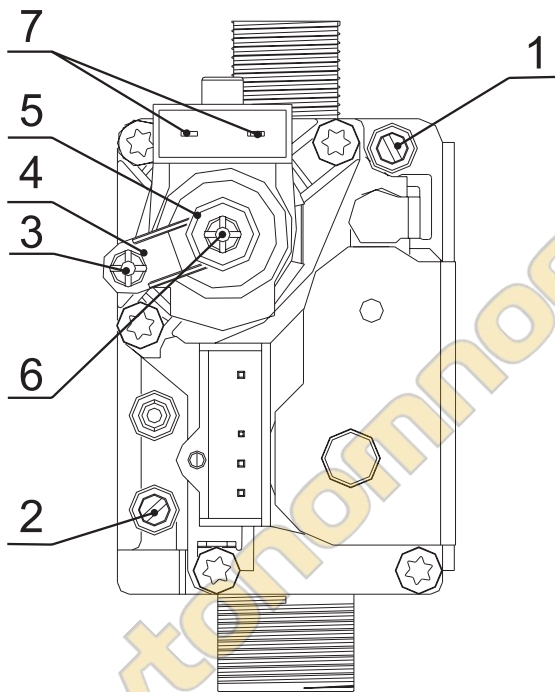

Рис. 21. Газовый клапан
- Подключите газовый манометр к штуцеру замера давления газа «1» на выходе из газового клапана (см. рис. 21);